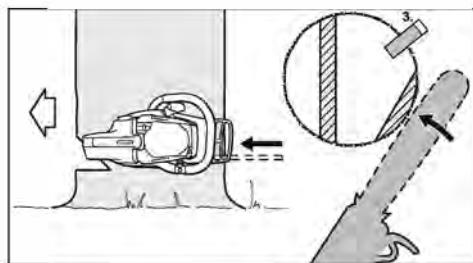

Рис. 23
- Установить клинд для валки дерева (рис. 23, поз. 3)